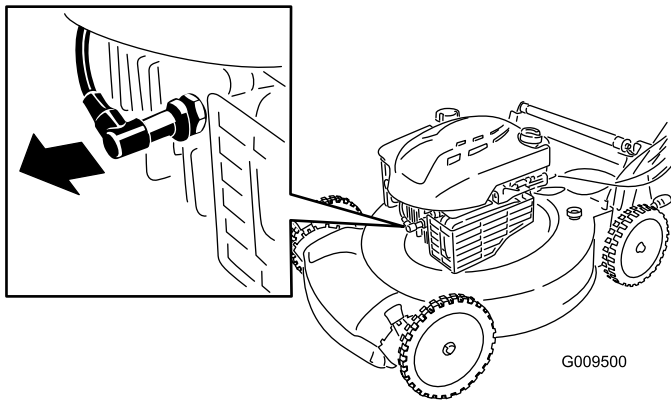

Figura 15
2. Staccate il cappellotto dalla candela (Figura 15) prima di eseguire interventi di manutenzione.